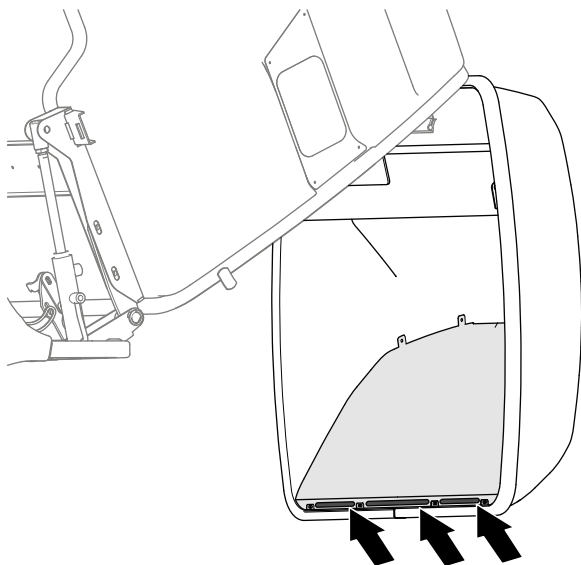

Figura 141
6. Folosind aer comprimat, curățați iarba și reziduurile din fanțele din partea inferioară a plăcii metalice interioare a trapei buncărului. (Figura 141).